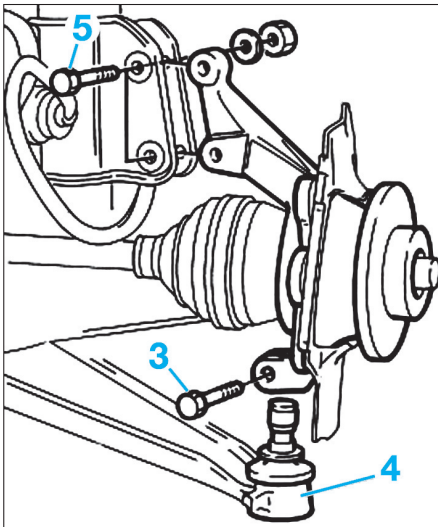

Fig. 23
- le boulon de fixation (3) du pivot à la rotule du bras oscillant inférieur (Fig.23).